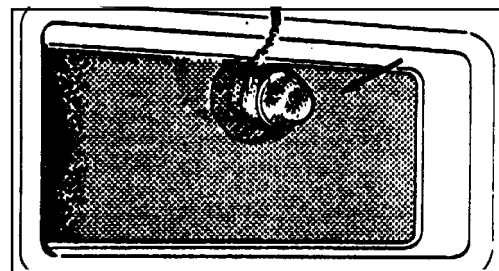

Fig. 25
5. Check væskebeholderfilteret og rengør om nødvendigt (se fig. 25).